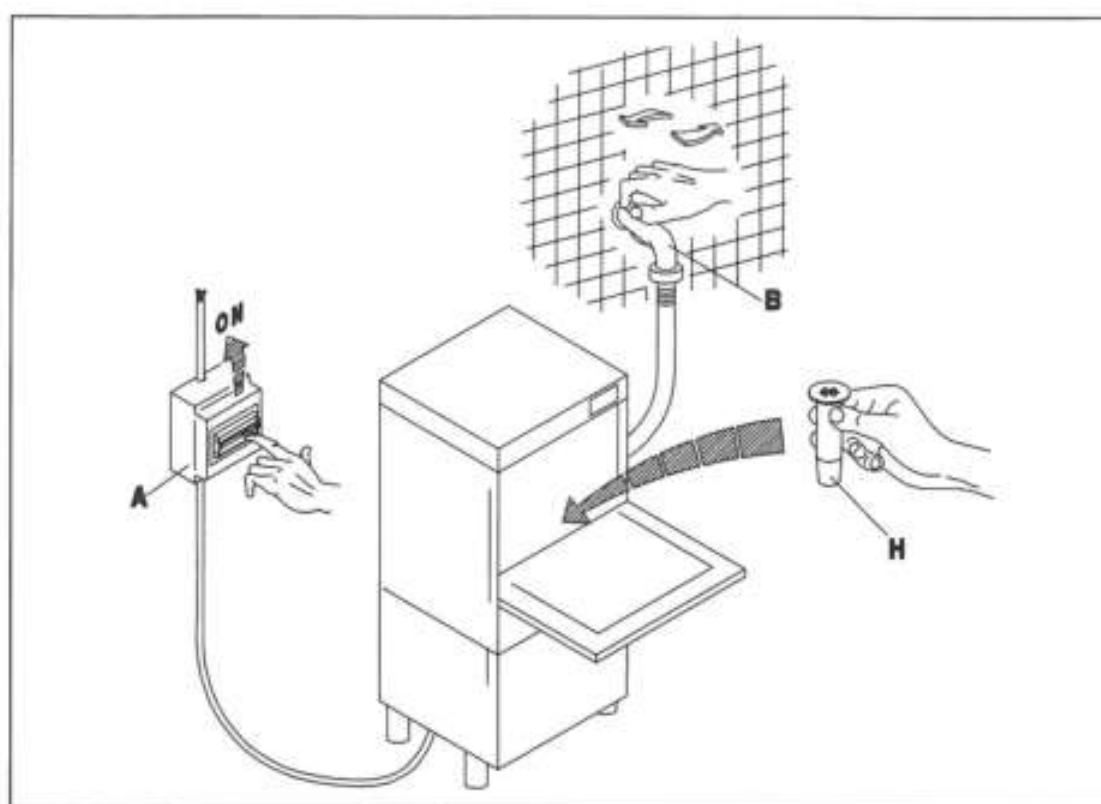

Рис. 3-1
- Откройте водопроводный кран (B) и включите главный выключатель (A). ВКЛЮЧИТЕ выключатель (1) машины, при этом загорится индикатор (A), показывающий, что машина включена. Когда дверца будет закрыта, машина начнет наполняться водой. Когда она наполнится водой, по очереди включатся нагревательные элементы бака и бойлера. После их включения загорятся индикаторы (D) и (E). Когда оба индикатора погаснут, это будет означать, что температура воды достигла заданного значения, и машина готова начать цикл мытья. (Рис. 3-1+3-2)
- Turn on the water tap (B) and switch on the master switch (A). Turn the appliance ON switch (1), which will cause the warning light (A) to illuminate, indicating that the machine is live. When the door is closed the appliance fills with water. When it is full, the tub and boiler heating elements come on automatically. When the elements are activated, the warning lights (D) and (E) are illuminated. When both warning lights go out the water has reached the set temperature and the appliance is ready to begin the washing cycle. (fig. 3-1+3-2)
- Öffnen Sie den Wasserhahn (B) und betätigen Sie den Hauptschalter (A). Beim Betätigen des Schalters (1) am Gläsererspüler wird die Anzeige (A) aufleuchten, an der Sie erkennen können, daß die Maschine unter Spannung steht. Bei geschlossener Tür läuft Wasser in die Maschine; ist die nötige Wassermenge einmal erreicht, so schalten die Widerstände des Spülbehälter und des Boilers automatisch ein. Der Betrieb der Widerstände wird durch das Aufleuchten der Anzeigen (D) und (E) erkennbar. Beide Leuchtanzeigen erlöschen, wenn das Wasser eine vorbestimmte Temperatur erreicht hat, d. h. wenn der Gläsererspüler betriebsbereit ist. (Pис. 3-1+3-2)
- Ouvrir le robinet (B) et insérer l'interrupteur général (A). Ouvrir l'interrupteur principal de l'appareil (1), le voyant (A) s'allumera ce qui signifie que la machine est branchée. L'appareil se remplit d'eau avec porte fermée et à la fin du chargement les éléments chauffants de la cuve et du boiler entrent automatiquement en action. Les voyants (D) et (E) s'allument quand les éléments chauffants fonctionnent. Les deux voyants s'éteignent dès que l'eau a atteint la température programmée et l'appareil est prêt pour commencer le lavage. (Pис. 3-1+3-2)
- Abrir el grifo del agua (B), conectar el interruptor general (A). Activar el interruptor principal del aparato (1); el encendido de la luz testigo (A) indica que la máquina está en tensión. Con puerta cerrada el aparato se llena de agua y cuando la carga esté terminada se conectarán automáticamente las resistencias del tanque y de la caldera. El funcionamiento de las resistencias es señalado por el encendido de las luces indicadoras (D) y (E). Cuando ambas luces se apaguen, el agua habrá alcanzado la temperatura programada y el aparato estará listo para empezar el lavado. (Pис. 3-1+3-2)
- Lorsque le remplissage est terminé, ouvrir la porte (I) et verser le détergent (environ 2 g pour chaque litre remplissant la cuve). Introduire le panier (L) plein et fermer la porte (I). Sélectionner ensuite le cycle de lavage en actionnant le bouton-poussoir (4) cycle court (touche enfoncée) + cycle long (touche relâchée). A ce stade, presser le bouton-poussoir START (3) (au moins 2 secondes) et le cycle de fonctionnement commencera, visualisé par la lampe-témoin (C). La fin du cycle coïncide avec l'extinction de ce voyant. Pour arrêter la machine, il faudra débrancher l'interrupteur (1) en le ramenant sur la position (0): lampe-témoin (A). (Fig.3-1+3-3).
- Después del llenado, abra la puerta (I) y vierta el detergente (2 gramos aproximadamente por litro de capacidad de la cuba). Introduzca el cesto (L) carga y cierre la puerta (I). Seleccione el ciclo de lavado por medio del selector (4) ciclo breve (tecla pulsada) + ciclo largo (tecla soltada). Pulse ahora START (3) (almenos durante 2 segundos) para arrancar el ciclo de trabajo: se enciende la luz testigo (C), que se apagará al final del ciclo. Para apagar la máquina desconecte el interruptor (1) posición 0, luz testigo (A) apagada. (Fig.3-1+3-3).